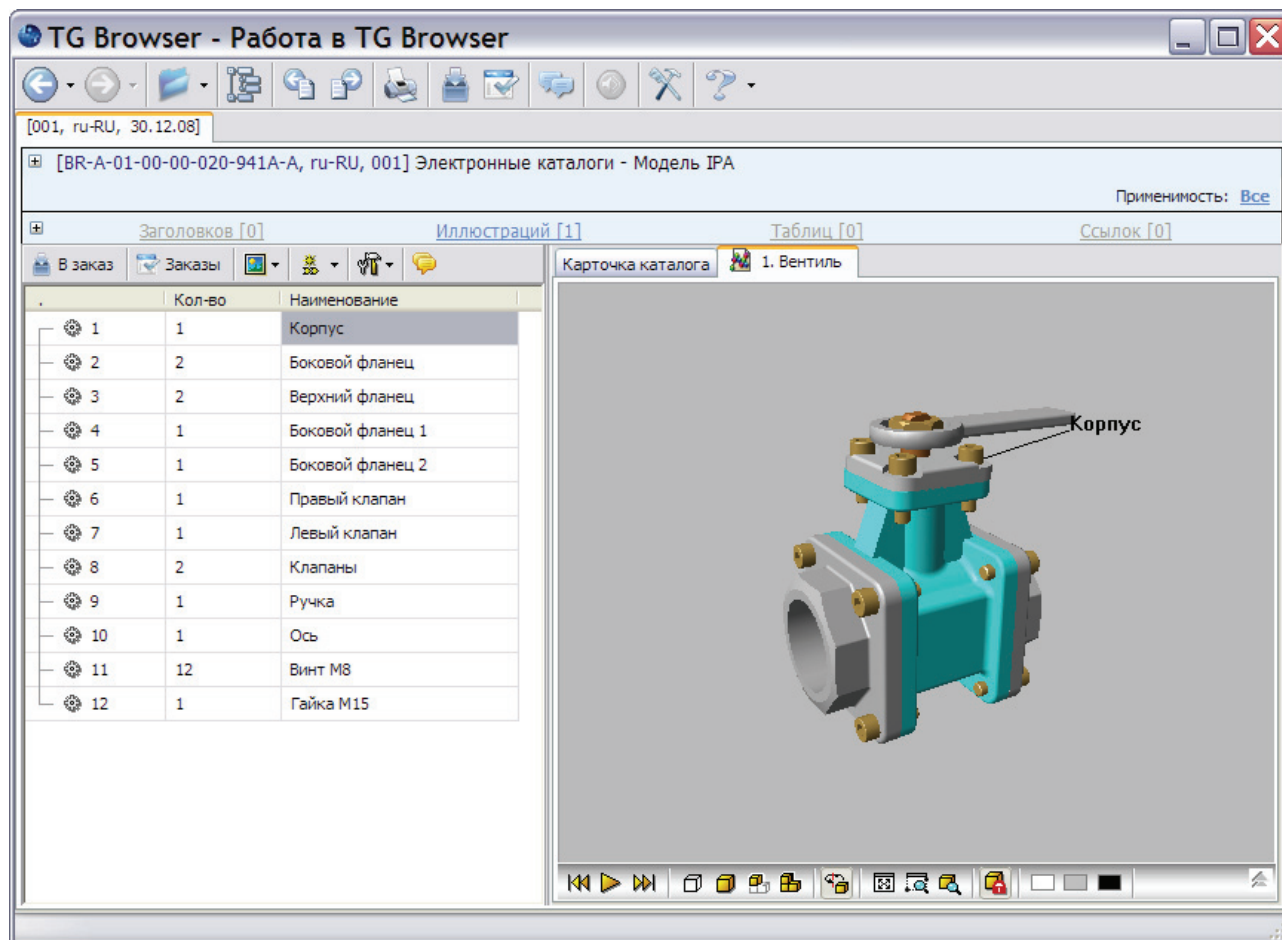

Рис. 3.62
2. Для удобства просмотра каталога скройте область отображения структуры проекта, находящуюся в левом окне. Для этого отожмите кнопку **Структура документации**  на панели инструментов главного окна (рис. 3.62).
Выделите любую ячейку строки каталога с элементом «Корпус». При этом на 3D модели подсветится деталь с соответствующей выноской (Рис. 3.62). При выборе детали на 3D модели подсветится строка каталога с соответствующим элементом.